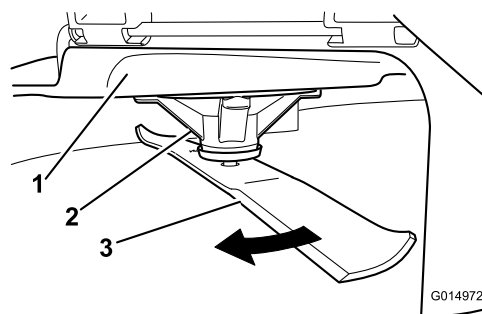

Figura 56
2. Indossando guanti dalla spessa imbottitura o altre protezioni idonee per le mani, ruotate lentamente la lama in una posizione che consenta di misurare la distanza tra il bordo di taglio e la superficie piana su cui si trova la macchina (Figura 56).